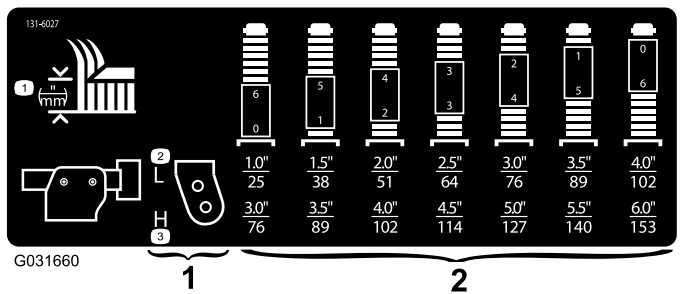

Figura 33
3. Posizionate gli assali delle ruote orientabili negli stessi fori di tutte le forcelle; fate riferimento al grafico (Figura 33) per determinare i fori corretti per l'impostazione.
Nota: Fate riferimento allo schema per stabilire le combinazioni di distanziali necessari per la regolazione (Figura 33).